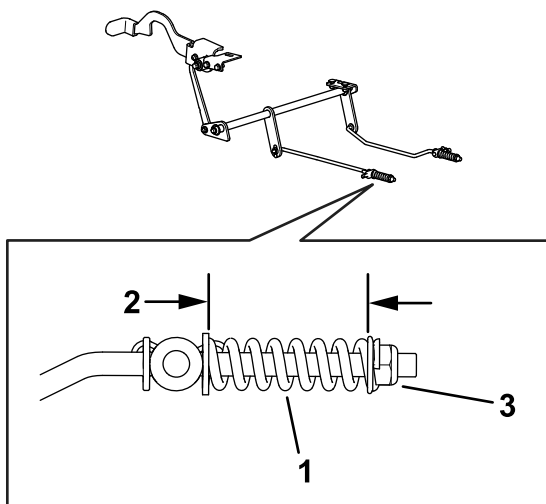

Figura 61
8. Verificai ambele lungimi de arc aa cum se arată în Figura 61. Dacă este necesară o reglare, rotiți în sensul acelor de ceasornic piulia de reinere a arcului pentru a scurta arcul i în sens invers al acelor de ceasornic pentru a-l lungi. Repetați pasul 6.